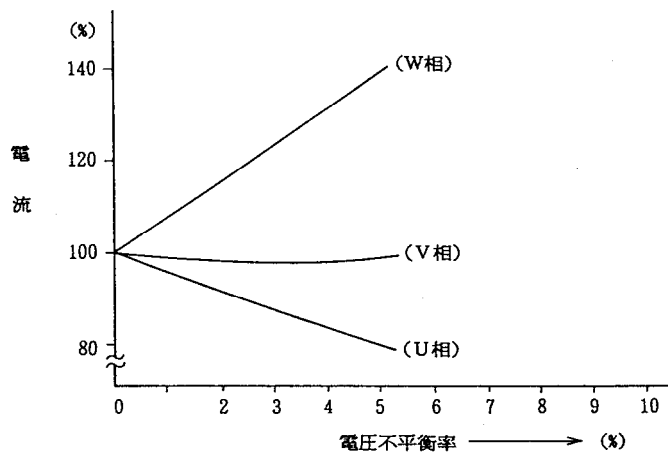

図14-2 電圧不平衡による各相電流の例
IEC 60034-1では、電圧及び周波数変動について、図14-2のゾーン A においては主要機能(定格トルク)を連続して実行、ゾーン B においてはゾーン A より性能は悪くなるが主要機能を実行できなければならないと規定されています。定格点以外では温度上昇や性能の逸脱は許容されますが、電動機をこの範囲内で使用することは実用上支障ありません。また電源が変動した場合、電動機の概略特性は表14-7のようになります。
(2) 電源電圧不平衡の影響
- (a) 電動機に不平衡電圧が印加された場合、各相電流の一例を図14-2に示します。不平衡電圧下では、入力が増大し、出力トルクおよび効率が低下します。
また、図14-2から明らかなように、不平衡電流の多く流れる相は、極度に過熱される危険があり、その巻線寿命を著しく短縮させると共に、損失増加に伴う電力費の増大を招きます。さらに電圧不平衡率が大きい場合には、振動・騒音が増加する事もあるので注意する必要があります。